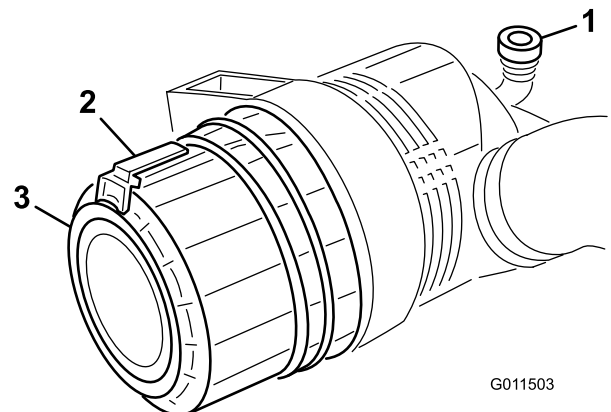

Figure 46
1. Tirez le verrou vers l'extérieur et tournez le couvercle du filtre à air dans le sens antihoraire (Figure 46).
7. Montez le couvercle en dirigeant la valve de sortie en caoutchouc (Figure 46) vers le bas, entre les positions 5:00 et 7:00 environ, vu de l'extrémité. Fermez le verrou.